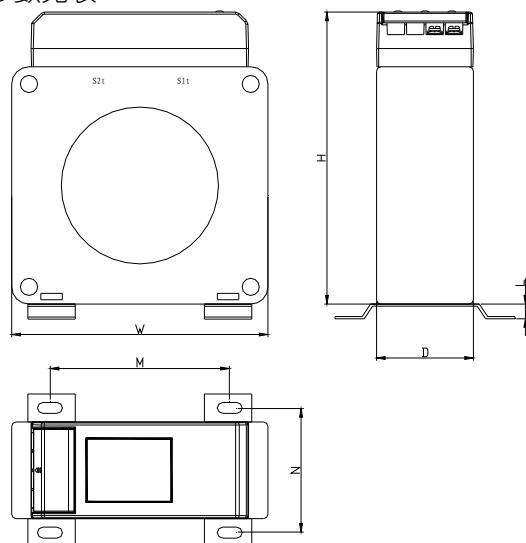
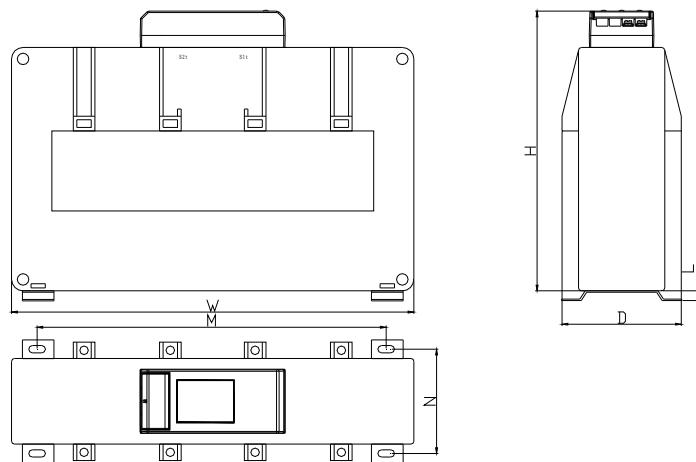

图 2.11 闭口圆孔型传感器外形示意图
图 2.12 闭口方孔型传感器外形示意图
2.3.2 闭口圆孔型传感器外形示意图如图 2.11 所示, 闭口方孔型传感器外形示意图如图 2.12、图